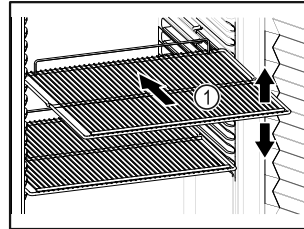

Fig. 55
- Если имеются решетки (см. Fig. 55 (1)), то регулируйте высоту их установки.
- Учитывайте максимальную загрузку (см. Fig. 55 (2)).